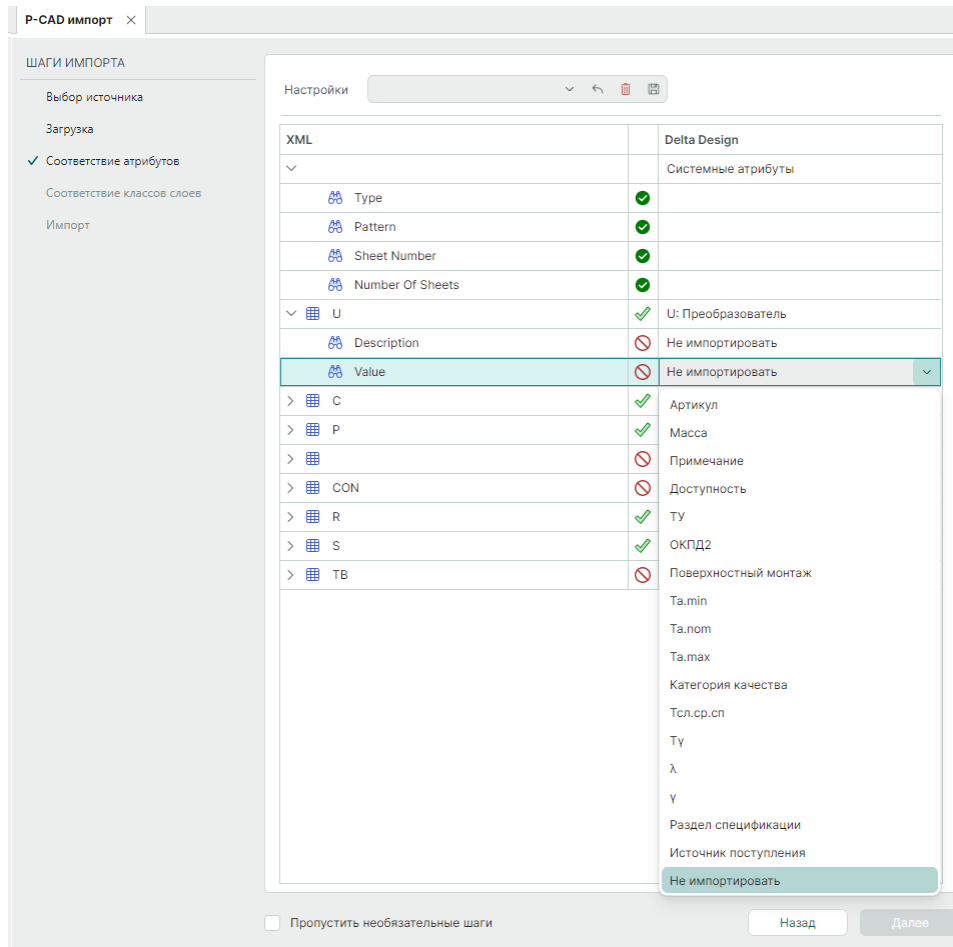

Рис. 13 Соответствие атрибутов
6. Выполните сопоставление и назначьте компонентам системные атрибуты, см. Рис. 13.